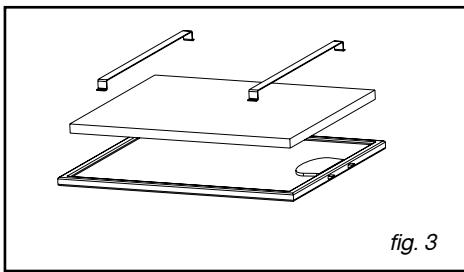

fig. 3
- Retirez les filtres cassettes (fig. 3).